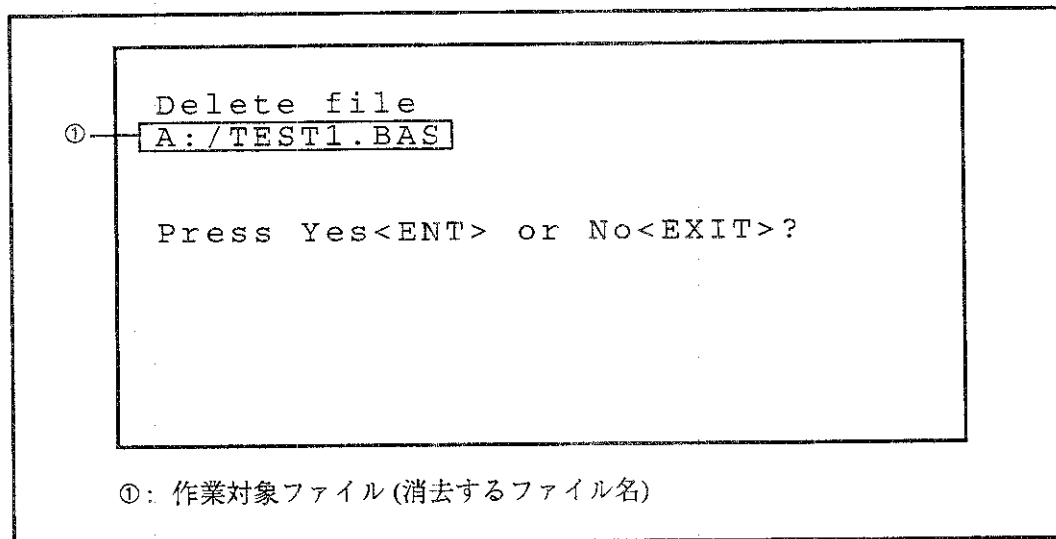

図 4-33 DEL の表示画面
- ②: 作業対象ファイルは、カーソル上のファイルでこのファイルを出力します。
- ③: ファンクション・キー機能一覧は、PRT(ファイル内容のプリンタ出力) で使用できるファンクション・キーと機能の一覧を表示しています。
(6) DEL(ファイルの消去) 画面
FILE モードからファンクション・キーで DEL(K4) キーを選択すると、作業ファイルがテキスト・ファイルであれば、図 4-33 のように画面表示されます。(詳しい操作については、4.1.3 項の (4) を参照して下さい。)